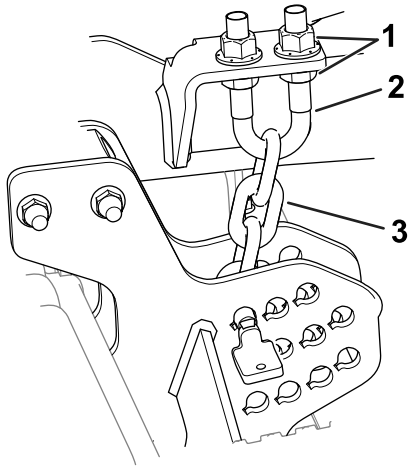

Figura 6
6. Allentate i controdadi inferiori sul bullone a U della catena dell'altezza di taglio (Figura 6).
7. Regolate i dadi (Figura 6) per sollevare o abbassare la parte posteriore dell'apparato di taglio in modo che le punte delle lame posteriori si trovino più in alto di 6–10 mm rispetto alle punte anteriori.